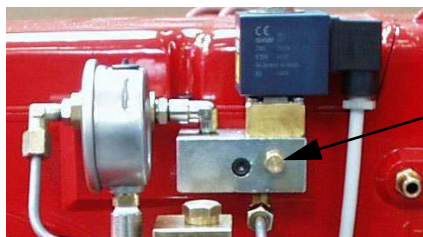
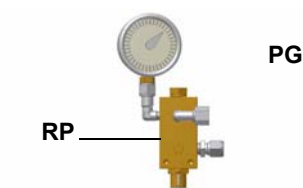

Рис. 28
Рис. 29
- 5 Давление питания форсунки уже отрегулировано заранее на заводе-изготовителе и не должно изменяться. Только в случае необходимости, отрегулировать давление питания (см. соответствующий параграф) следующим образом: установить манометр в положение, указанное на Рис. 28, воздействовать на регулировочный винт **VR** насоса (см. Рис. 29) до получения на форсунке давления в 20бар (форсунки Monarch или форсунки Bergonzo - см. на стр.33-34);
- 6 для получения максимального расхода дизельного топлива регулировать давление (считывая значения на манометре PG), не изменяя при этом, уже отрегулированный, во время настройки работы на газе, расход воздуха (см. предыдущий параграф): все время проверяя параметры продуктов сгорания, воздействовать на винт варьируемого сектора, соответствующий жидкому топливу **SV2** (см. Рис. 29), но по достижении положения большого пламени.